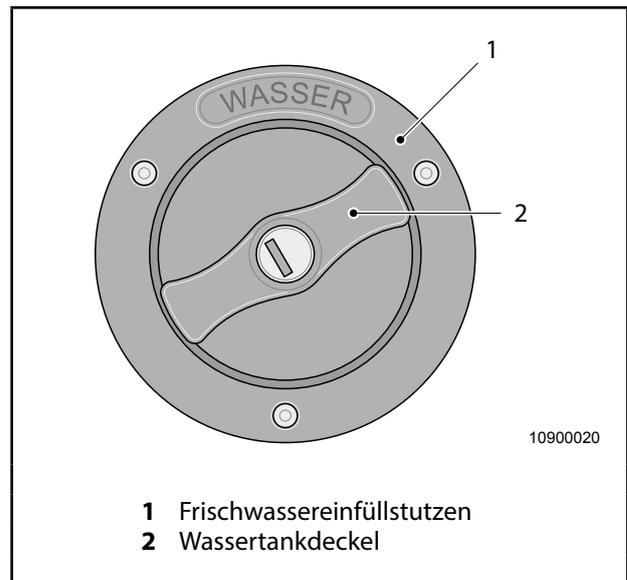

Abb. 50 Frischwassereinfüllstutzen
Der Frischwassereinfüllstutzen (Abb. 50, Pos. 1) befindet sich an der Außenwand des Fahrzeugs.
1. Wassertankdeckel (Abb. 50, Pos. 2) öffnen.
3. Wassertankdeckel (Abb. 50, Pos. 2) schließen.